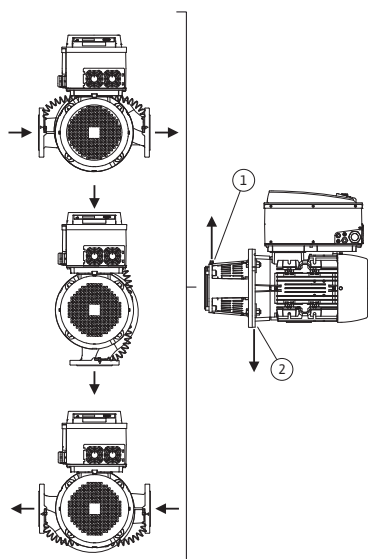
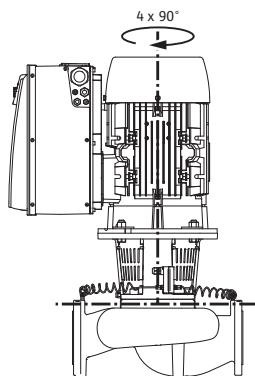

Рис. 18: Допустимые монтажные положения с горизонтальным валом электродвигателя
Рис. 19: Допустимые монтажные положения с вертикальным валом электродвигателя
Допустимые монтажные положения с горизонтальным валом электродвигателя и электронным модулем вверх (0°) показаны на рис. 18. Не показаны допустимые монтажные положения с монтированным сбоку электронным модулем (+/- 90°). Допускается любое монтажное положение, кроме «электронным модулем вниз» (- 180°). Вентиляция насоса обеспечивается только при условии, что клапан для вентиляции обращен вверх (рис. 18, поз. 1).
Только в этом положении (0°) может осуществляться направленное отведение накапливающегося конденсата через имеющееся отверстие, фонарь насоса и электродвигатель (рис. 18, поз. 2).
Допустимые варианты монтажа с горизонтальным валом электродвигателя показаны на рис. 19. Допускается любое монтажное положение, кроме «электродвигателем вниз».
- Клапан для вентиляции на промежуточном корпусе (рис. 6, поз. 1.31) при горизонтальном расположении вала электродвигателя должен быть обращен вверх (рис. 6). При вертикальном расположении вала допускается любое положение клапана. См. также Рис. 18: «Допустимые монтажные положения с горизонтальным валом электродвигателя» на стр. 197 или Рис. 19: «Допустимые монтажные положения с вертикальным валом электродвигателя» на стр. 197.
- При горизонтальном положении вала отверстие для отвода конденсата должно быть направлено вниз (рис. 18, поз. 2). При необходимости следует соответствующим образом повернуть электродвигатель.